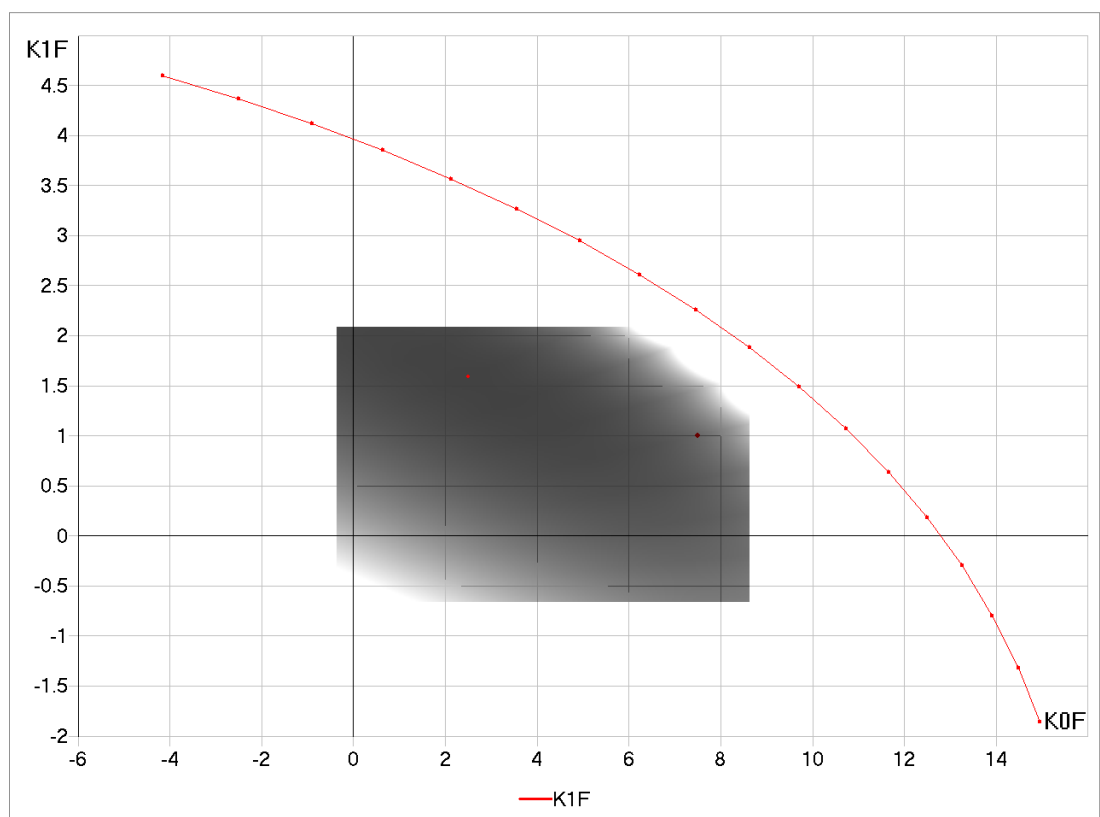

Рис.5.9.
- Расчет можно производить по двум критериям качества: минимаксному или интегральному. При выборе минимаксного критерия качества регулирования минимизируется максимальное значение модуля спектральной характеристики. При выборе интегрального критерия качества регулирования минимизируется интеграл (сумма) квадрата модуля спектра. Пример области d - разбиения с рассчитанным прямоугольником приведен на рис.5.9.